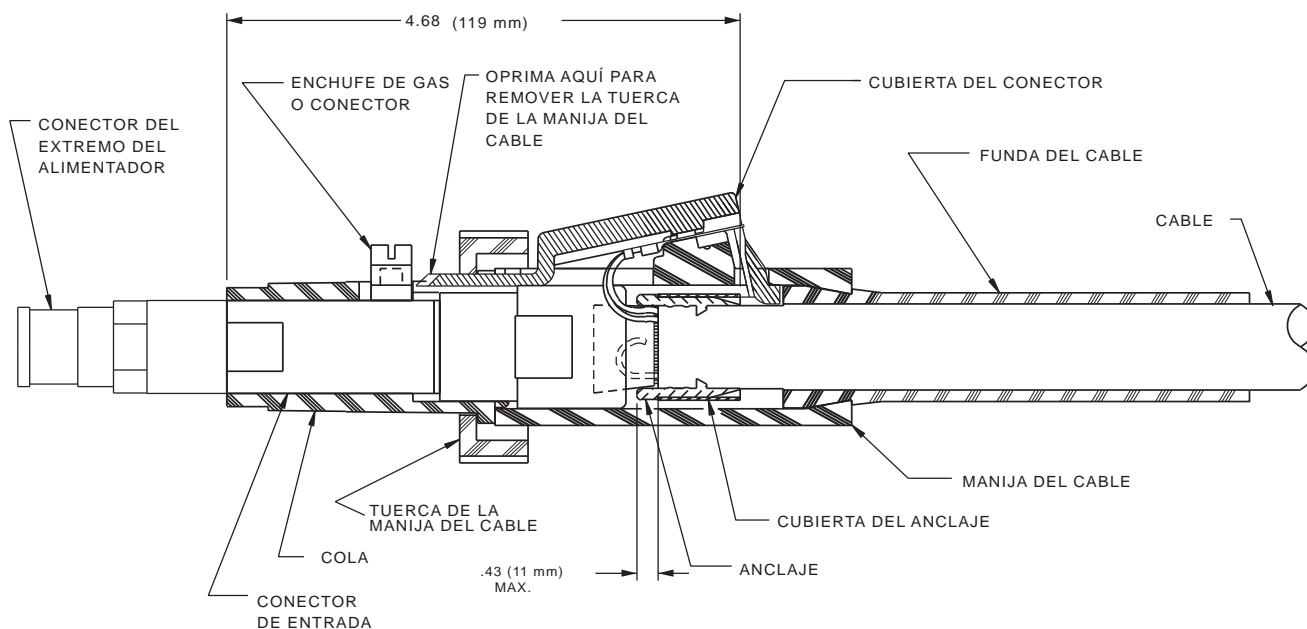

Figura 5
- b. Remueva el conector de extremo de alimentador, enchufe de gas moldeado (o conector), tuerca de manija de cable, cola de plástico y cubierta del conector (vea la Figura 5).
Coloque el anclaje de plástico en tal forma que el extremo cónico se encuentre a 119 mm (4.68) del conector de entrada (vea la Figura 5). Asegure en su lugar con la cubierta de acero. El anclaje de plástico puede sobresalir por encima de la cubierta del cable un máximo de 11 mm (.43").
- g. Coloque la funda y manija en el cable, y ensamble las terminales de cable de control de reemplazo en su lugar en la manija del cable. Inserte la cubierta del conector en su lugar. Instale la cola y asegúrela a la manija del cable con la tuerca de la misma. Consulte la Figura 5.